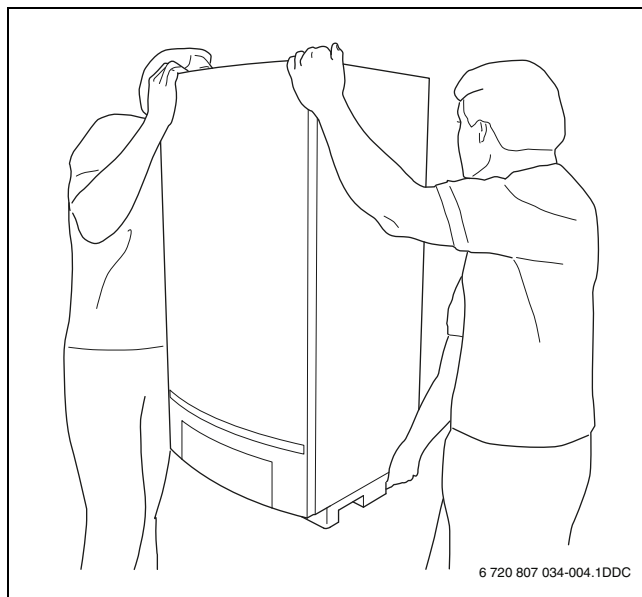

Fig. 9 Sollevamento e trasporto della caldaia a gas a condensazione eseguito in modo corretto
- ▶ Afferrare la caldaia a gas a condensazione solamente dai lati e non dal pannello di comando o dal raccordo gas combustibili (→ fig. 9).